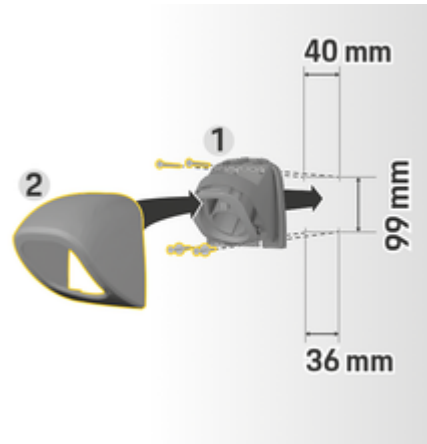

Abb. 5 Bohrmaße
1. Steckerhalterung 1 (Abb. 5) aus der Abdeckung 2 (Abb. 5) nehmen.
4. Steckerhalterung 1 (Abb. 5) an die Wand schrauben.
5. Abdeckung 2 (Abb. 5) von unten auf die Steckerhalterung 1 (Abb. 5) aufsetzen und nach oben drücken.